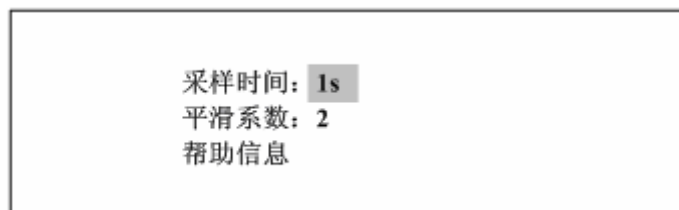

图 8 采样时间设置界面
①按“ENTER”键，仪器进入主菜单，按“△▽”键移动光标选择“采样时间”；
②按“ENTER”键，“进入采样时间”设置界面，如图 8 所示；